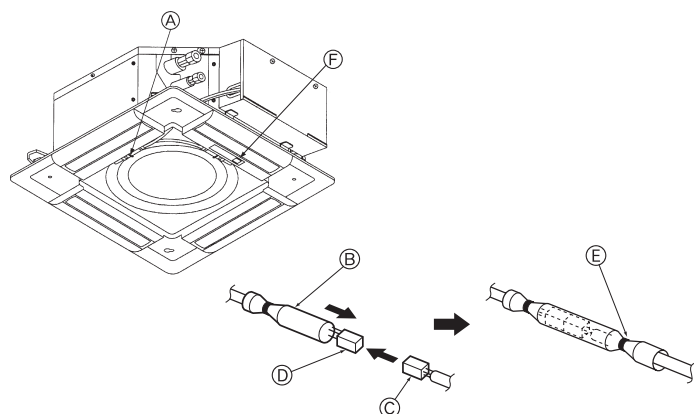

Fig. 5-8
5.3.4. Подключение электропроводки (Fig. 5-8)